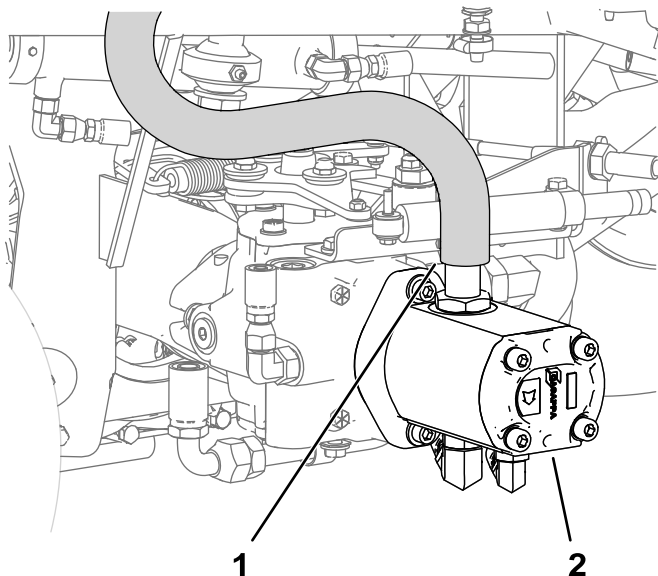

Figure 1
2. Pincez le flexible d'entrée de la pompe et retirez le collier qui le fixe à la pompe (**Figure 1**).